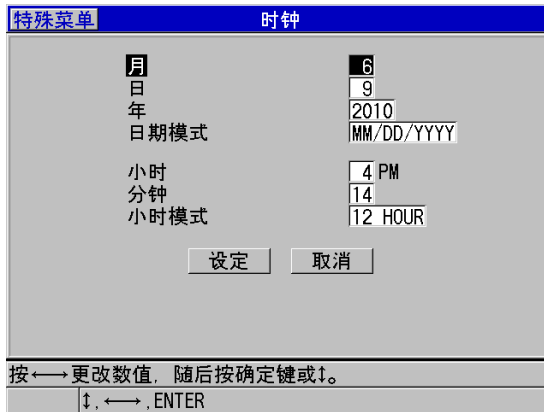

图 4-2 选择时钟参数
3. 在**时钟**屏幕上 (参见第 53 页的图 4-2):